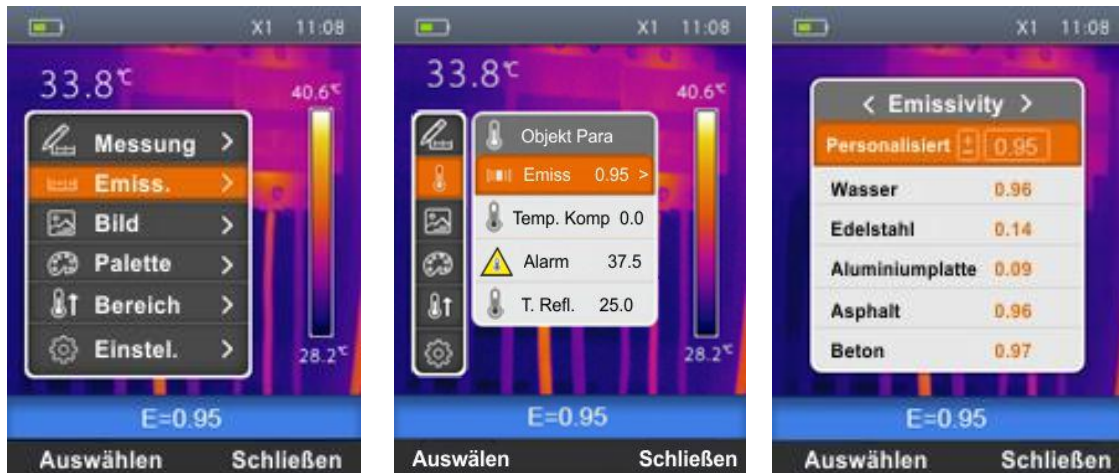

Abb. 18: Einstellung der Emissivität des Geräts
1. Wählen Sie "Emiss" mit den \oplus oder \ominus Tasten aus und drücken Sie die Taste. Die Bildschirmseite Abb. 18 – Mitte erscheint im Display.
2. Benutzen Sie die \oplus oder \ominus Tasten zur Auswahl von "Emiss" und drücken Sie die Taste. Die Bildschirmseite Abb. 18 – Rechte Seite erscheint im Display.